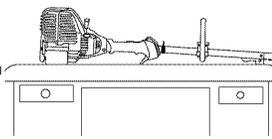

Fig. 23
- Placez la machine sur une surface plane avec le bouclier de la tête de coupe pendant d'un banc de travail ou d'une table pour obtenir une lecture correcte du niveau d'huile (Fig. 23).